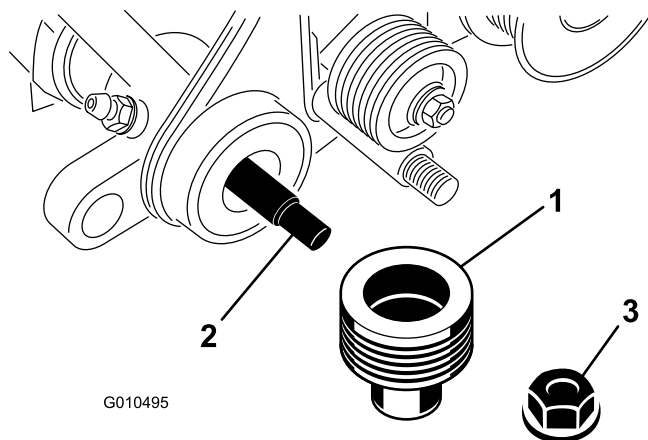

Figure 33
6. Retirez le contre-écrou qui fixe la poulie menée à l'extrémité de l'arbre du groomer, et déposez la poulie (Figure 33).